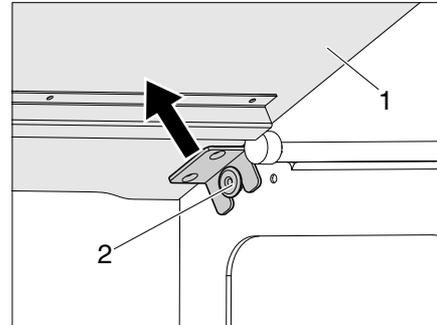

Bild 25 Zapfen
- Bettverlängerung (Bild 25,1) links und rechts aus den Zapfen (Bild 25,2) drücken.